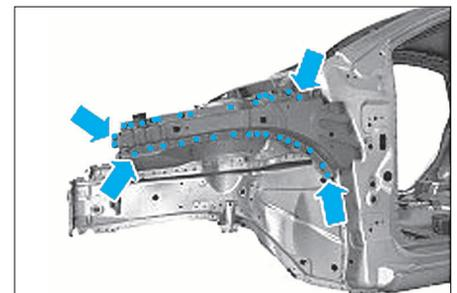

FIG. 10
- Soudure par résistance par points la doublure d'aile aux zones indiquées (Fig.10).